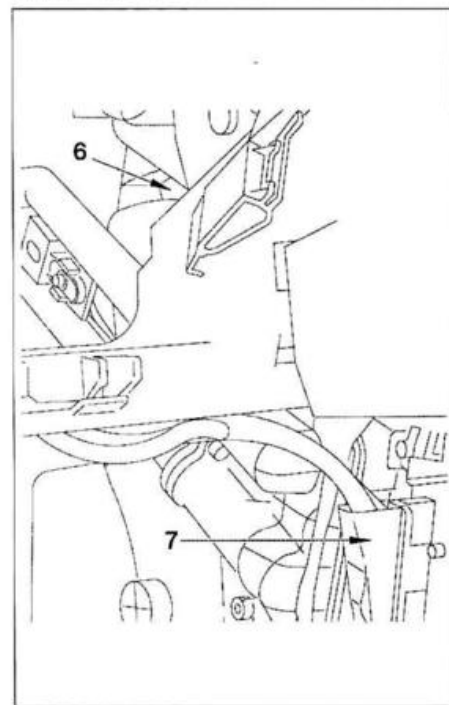

FIG. 17
- Sacar los conectores del módulo o de la resistencia (6) de ventilador y de la resistencia térmica adicional (7) (fig. 17) y separar los cableados eléctricos.